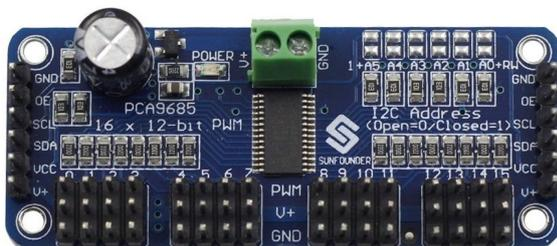

Abb. 1: 16-Kanal Servo Driver (Adafruit)
In [1] haben Christian Bergschneider und Stefan Fuss vorgestellt, wie sich das *Arduino Motor Shield* von Adafruit via I2C-Protokoll am TX(T) betreiben und sich dieser damit um zusätzliche Motor-Anschlüsse erweitern lässt. Von Adafruit gibt es ein weiteres interessantes Arduino-Shield, das ausschließlich für die Ansteuerung von (bis zu 16!) Servo-Motoren gedacht ist und ebenfalls über das I2C-Protokoll angesprochen wird – das *16-Channel 12-bit PWM/Servo Shield*. Erfreulicherweise gibt es davon eine in Anschlüssen und Maßen nicht auf den Arduino zugeschnittene Variante mit sehr kleiner Baugröße: den *16-Channel Servo Driver* (Abb. 1). Dieser Servo Driver ist mit ca. 16 € nicht nur günstiger als das Motor Shield, sondern mit 62,5 x 25,4 x 3 mm auch deutlich kleiner, wenn auch ein paar Millimeter zu lang für das fischertechnik-Batteriegehäuse (32263).
Der Servo Driver benötigt am V+ und GND-Anschluss (Abb. 1, oben Mitte) eine Versorgungsspannung von 5V. Da einzelne Servos unter Last durchaus 1 A und mehr ziehen können, empfiehlt Adafruit für die Ansteuerung mit einer Stromquelle für bis zu 2 A – und beim Einsatz von  $n$  Servos die Verwendung eines Kondensators an C2 (Abb. 1, links oben) mit einer Kapazität von  $100 \cdot n \cdot 100\mu F$  (nicht im Lieferumfang des Servo Driver enthalten).